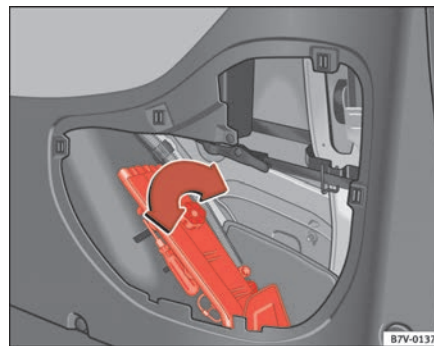

Abb. 150 Unterbringung Bordwerkzeug
Das Bordwerkzeug befindet sich im Gepäckraum hinter der linken Seitenverkleidung und ist mit einer Rändelschraube ⇒ Abb. 150 ① befestigt. Das Bordwerkzeug besteht aus folgenden Teilen:
- ① Werkzeugbox⁴⁴⁾
- ② Schraubendreher mit Sechskant im Griff zum Heraus- oder Hineindrehen der gelockerten Radschrauben. Die Schraubendreherklinge ist umsteckbar. Der Schraubendreher steckt im Radschlüssel.
- ③ Abschleppöse, einschraubbar
- ④ Gabelschlüssel 10 x 13 mm
- ⑤ Drahtbügel⁴⁴⁾ zum Abziehen der Radmittenabdeckungen oder Abdeckungen für die Radschrauben